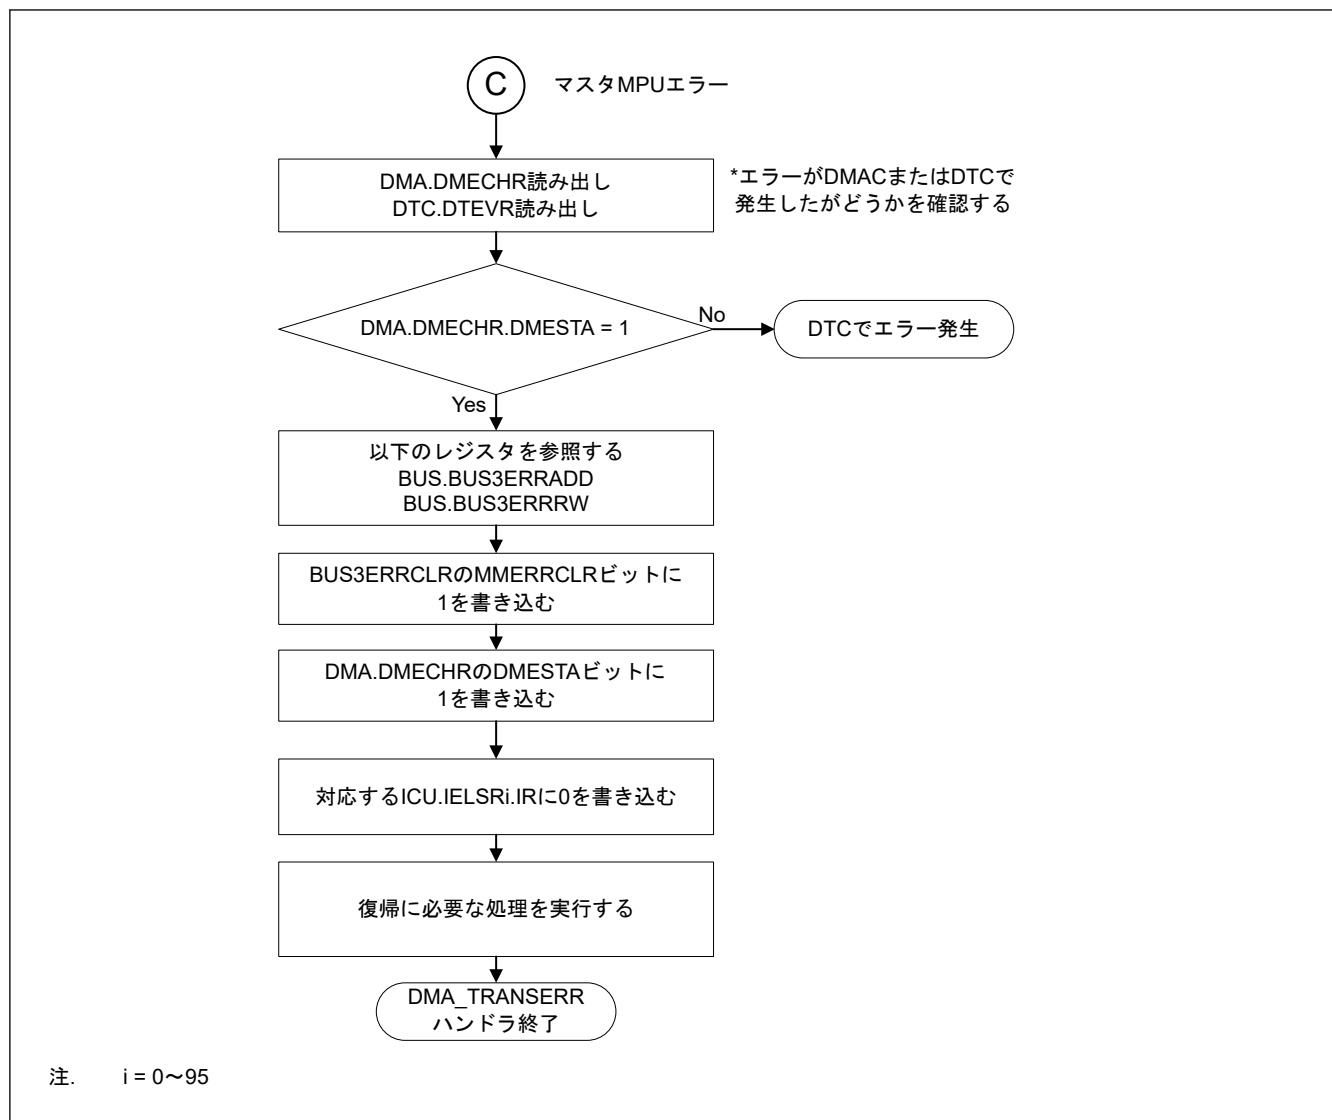

図 16.30 マスタ MPU エラーによる DMA_TRANSERR ハンドラの処理
- 図 16.30 に DMAC のマスタ MPU エラーが発生したチャネルとセキュリティ属性を確認するフローを示します。